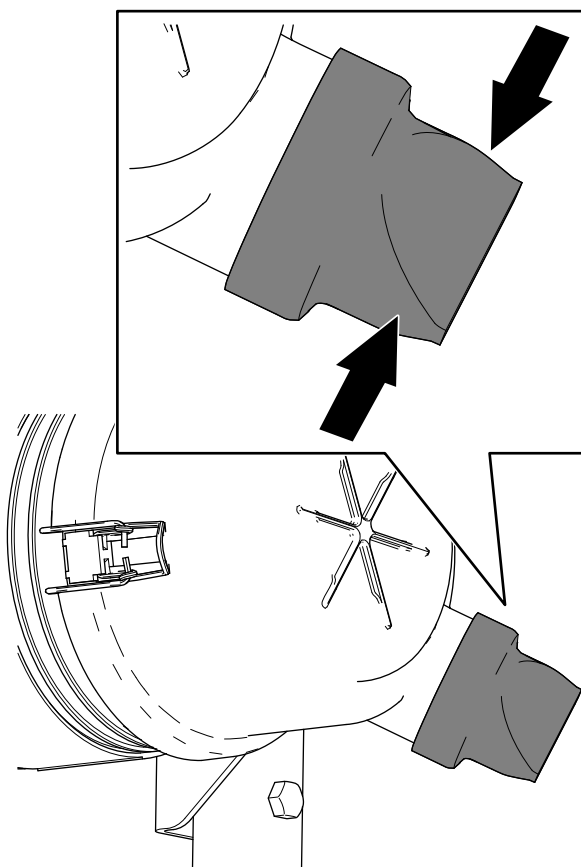

Figure 113
5. Pressez la valve d'éjection des poussières (Figure 113).